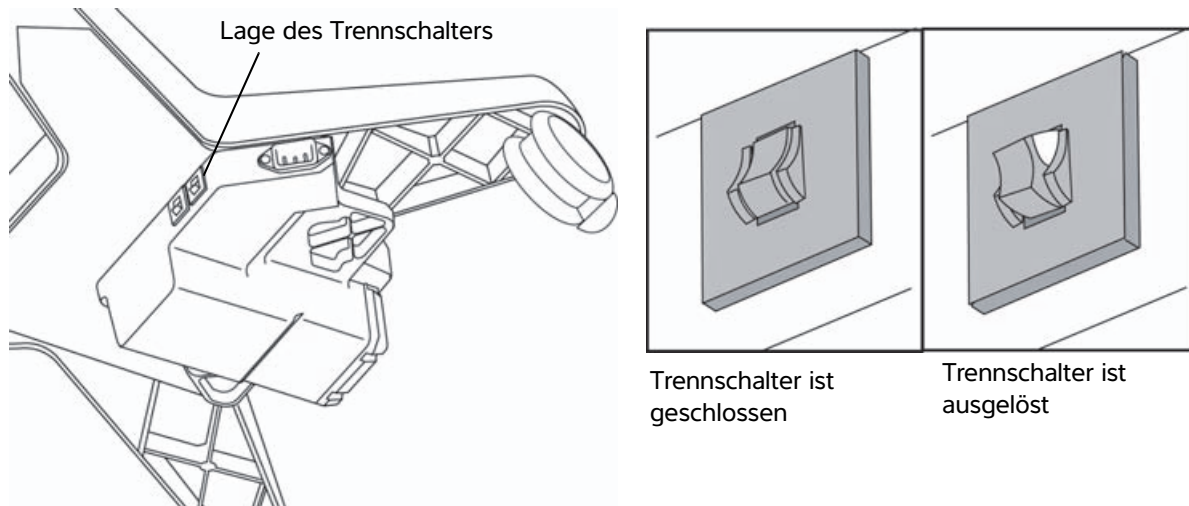

Abbildung 5 Die Trennschalter am Stativmodul befinden sich auf der Unterseite des Stativs.
- 3 Auf beide Trennschalter drücken, bis diese schließen. Siehe **Abbildung 5** auf Seite 19.